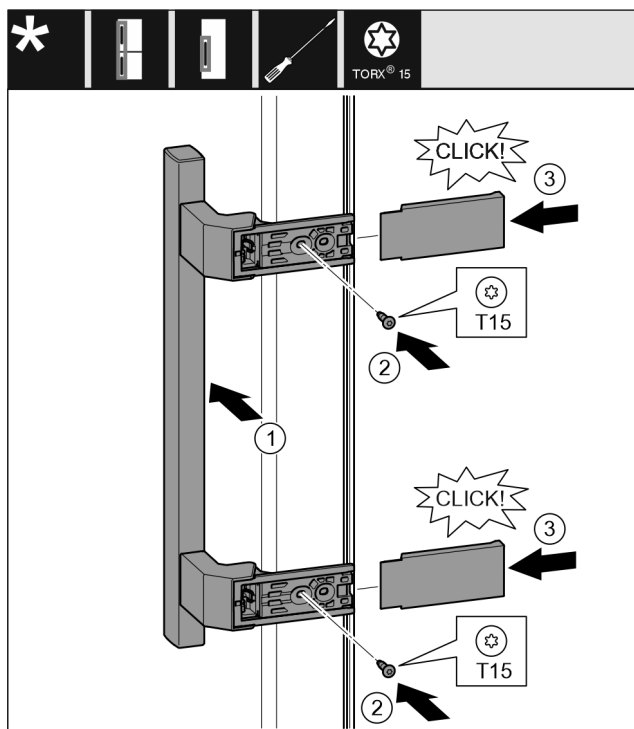

Fig. 40
- ▶ Nasad'te madlo na protilehlé straně. Fig. 40 (1)
- ▶ Šroubovákem T15 pevně utáhněte šrouby. Fig. 40 (2)
- ▶ Z boku nasad'te a nasuňte kryty. Fig. 40 (3)